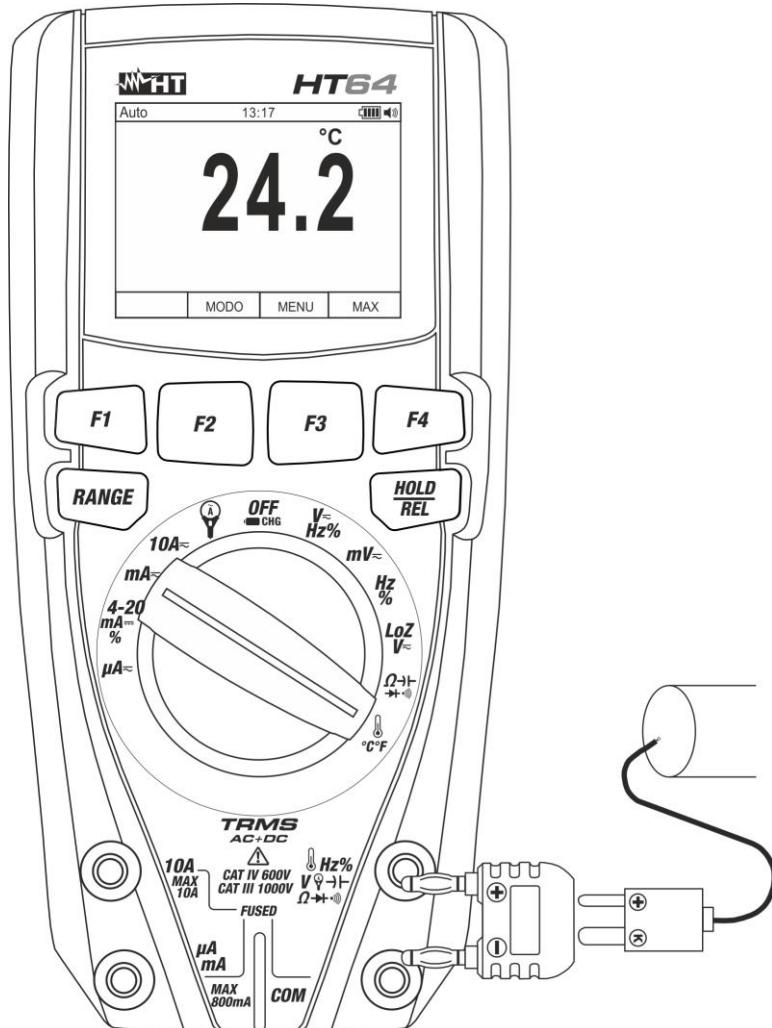

Fig. 29: Uso do instrumento para a Medição de Temperaturas
3. Inserir o adaptador fornecido nos terminais de entrada $\text{Hz}\% \text{V} \rightarrow \text{I} \Omega \rightarrow \cdot \cdot \cdot$ (polaridade +) e **COM** (polaridade -) (ver Fig. 29)